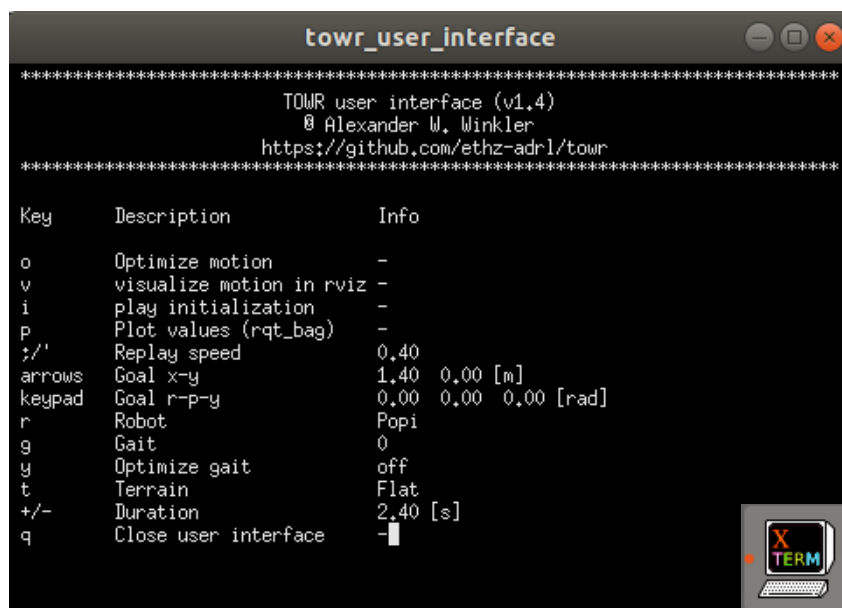
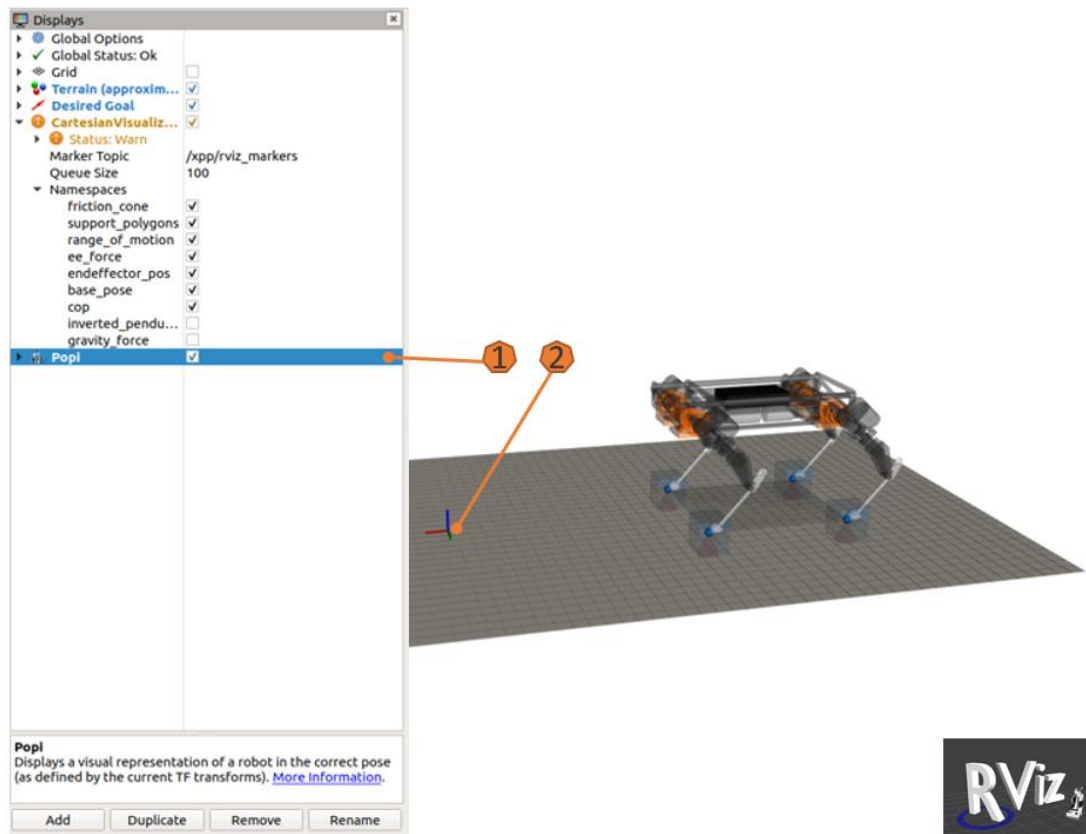

FIGURE 11 : INTERFACE UTILISATEUR TOWER
FIGURE 12 : INTERFACE RVIZ
Cette commande permet l'ouverture de l'interface utilisateur de *Tower* (Figure 11) et de *Rviz* (Figure 12).
Pour afficher le visuel 3D sur *RViz*, cochez la case comme indiqué en *Figure 12* (1), sélectionnez l'interface utilisateur de *Towr* et cliquez sur « i » pour lancer la séquence d'initialisation.